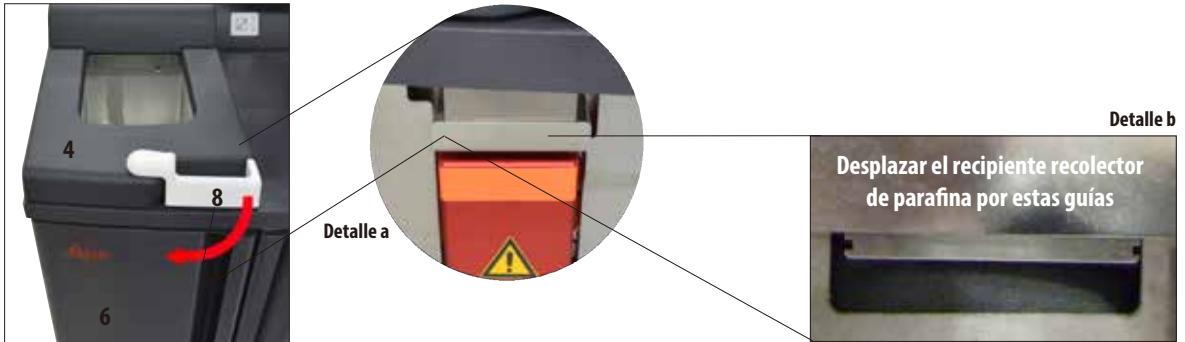

Fig. 234
Abrir el bloqueo de la retorta tirando hacia delante del asa (8, fig. 234). Abrir también la puerta superior izquierda del equipo (6). La parafina sobrante que se cae al retirar la cesta de casetes se recoge en el recipiente recolector de parafina. Se debe controlar una vez a la semana y, en caso necesario, colocarlo en el horno del laboratorio (sobre celulosa) o limpiarlo con sustitutivo del xileno.